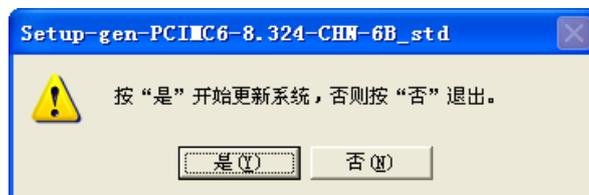

图 2-1 更新提示对话框
- 3) 双击图标后，界面提示是否更新系统，如图 2-1 所示：